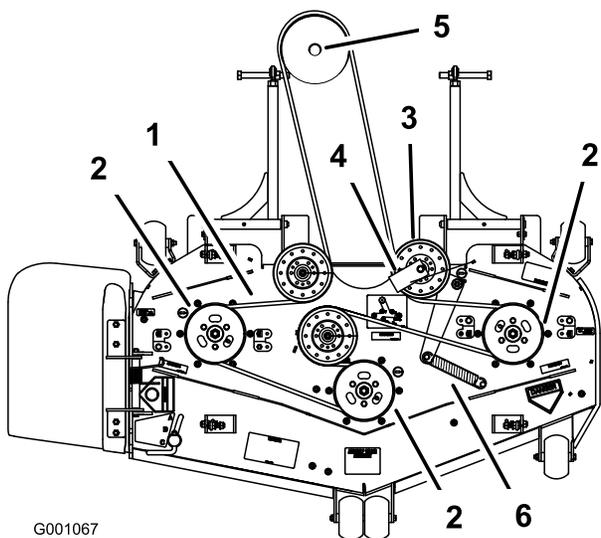

Figura 68
6. Instale a nova correia em torno das polias do cortador e da polia da caixa de velocidades sob o motor (Figura 68).
7. Instale a guia da correia na polia intermédia da mola a um ângulo de 45 graus, conforme ilustrado na Figura 68. Aperte o parafuso com 37 a 45 N-m.
8. Instale a mola intermédia nas duas colunas (Figura 68).